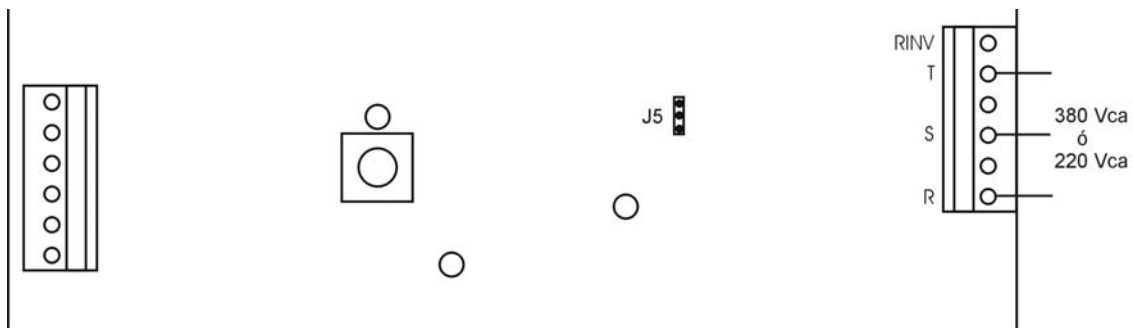

Figura 6
- Se conectan las tres fases a los bornes R, S y T, según la Figura 6.